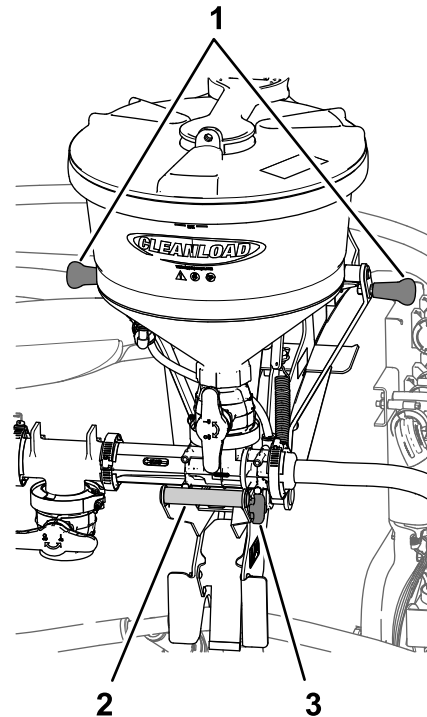
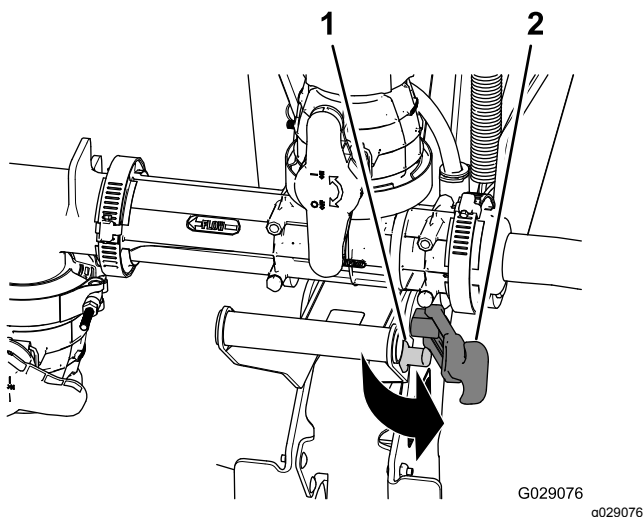
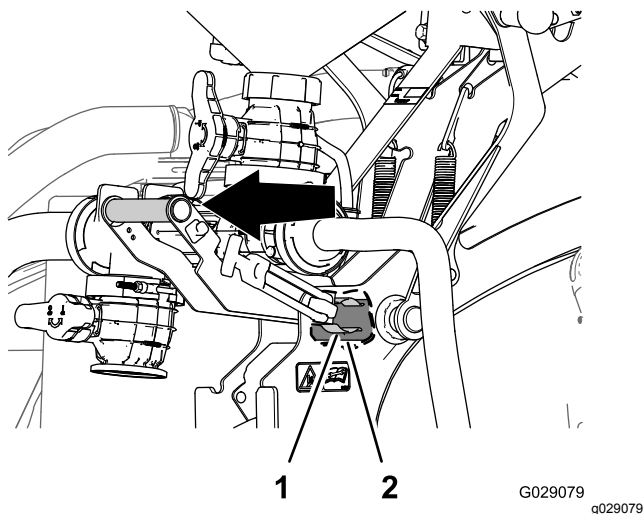
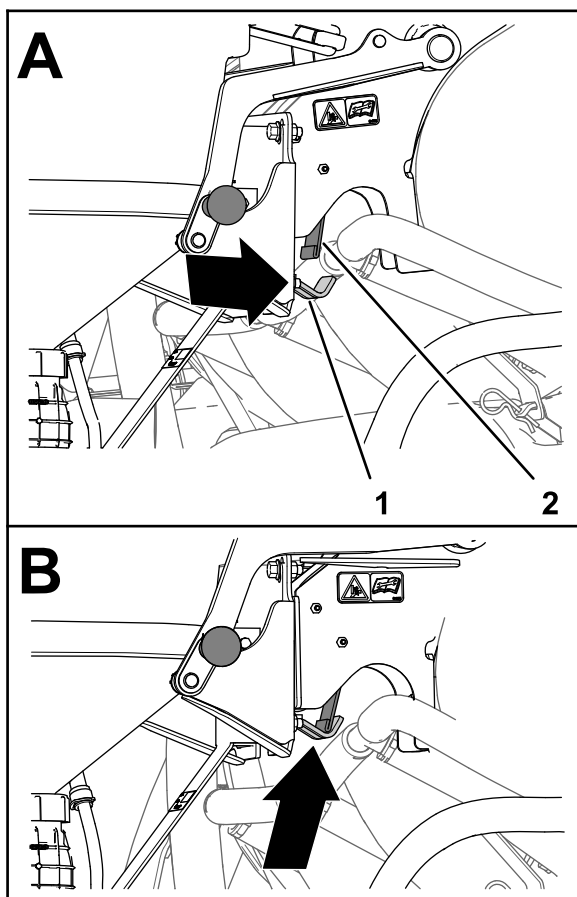

Figura 35
Figura 36
Figura 37
Figura 40
1. Afferrate la stegola del nebulizzatore e tirate la maniglia di chiusura via dalla colonnetta di ancoraggio (Figura 35 e Figura 36).
2. Afferrate la stegola del nebulizzatore sulla parte superiore della base oltre alla stegola del nebulizzatore e tirate quest'ultima in fuori fino a quando la molla di serraggio non viene rilasciata dal tubo orientabile (Figura 35 e Figura 37).
5. Quando il fermo della contropiastra si trova sotto la foglia della molla a balestra (A di Figura 40), ruotate la stegola del nebulizzatore verso l'interno, in modo che la parte del gancio del fermo sia allineata dietro la foglia della molla a balestra (B di Figura 40).
1. Afferrate una stegola sulla parte superiore della base oltre alla stegola del nebulizzatore e tirate quest'ultima in fuori fino a quando la parte del gancio del fermo non è allineata all'esterno della foglia della molla a balestra (Figura 37 e Figura 40).
sia completamente in sede attorno al tubo orientabile (Figura 37).
5. Tirate la maniglia di chiusura sulla colonnetta di ancoraggio (Figura 36).